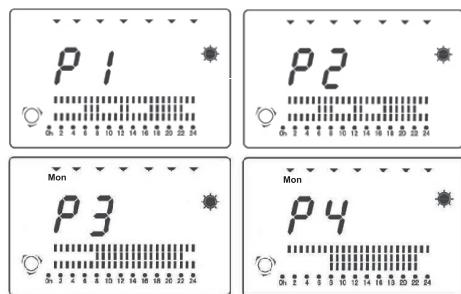

fig. 6
- Indiferent de modul de lucru setat (în afara modului „DP”) apăsați butonul Confirmă, pentru a selecta una dintre cele patru programe preseitate P1, P2, P3 sau P4. (fig. 6)